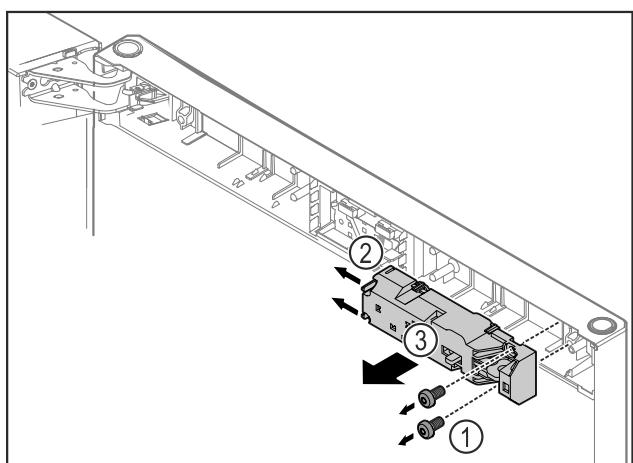

Fig. 12
- Odstraňte skrutky Fig. 12 (1).
- Potlačte výstupky Fig. 12 (2) do strany a odoberte diaľkový zámok Fig. 12 (3).